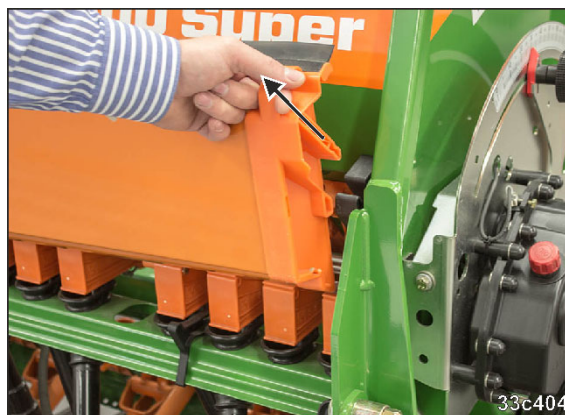

Bild 142
1. Dra kalibreringstrågen (Bild 142) ut ur hållarna.